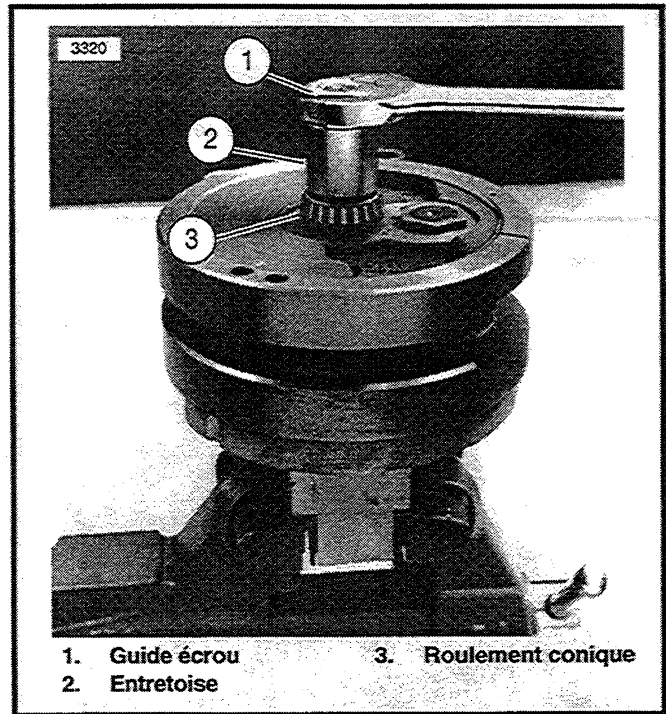

Figure 3-87. Installation du roulement conique
8. Voir Figure 3-87. Placez le roulement conique (3), le petit côté vers le haut, sur l'extrémité de la queue de vilebrequin. Placez l'entretoise sur le vilebrequin le côté arrondi vers le bas. Vissez le guide-écrou (1) sur le vilebrequin. Tournez le guide-écrou sur le vilebrequin jusqu'à ce que l'écrou atteigne l'extrémité du filetage. Enlevez le guide-écrou et l'entretoise (2).